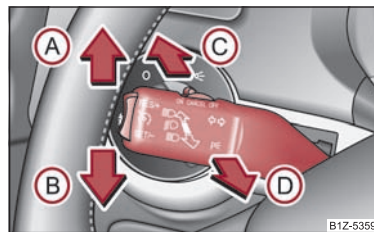

Fig. 43 Maneta de acionare a luminilor de semnalizare și a luminii de drum
- Apăsai maneta în sus (A), respectiv în jos ⇒ **fig. 43** (B).